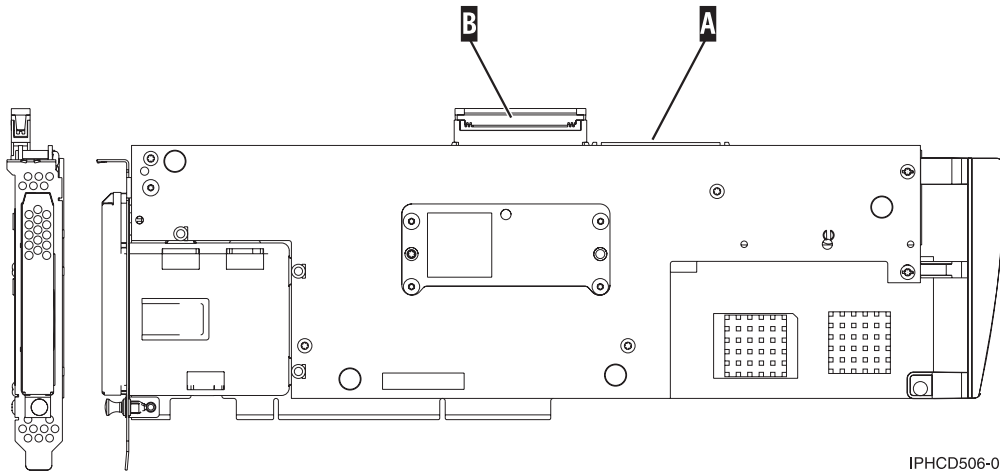

Figure 74. 5708, carte d'entrée-sortie de cache d'écriture auxiliaire
2. Connectez le câble au port SCSI A de la carte du cache d'écriture auxiliaire. Pour plus d'informations, voir la figure 74, à la page 274.